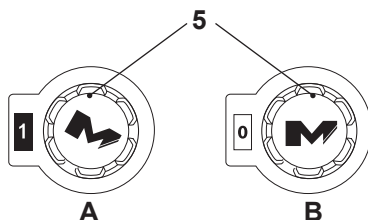

Fig. 14
- > Setați comutatorul de pornire / oprire (on/off) (5) în poziția “1” pentru a porni produsul (Fig. 14, A).
- > Setați comutatorul de pornire / oprire (on/off) (5) în poziția “0” pentru a opri produsul (Fig. 14, B).